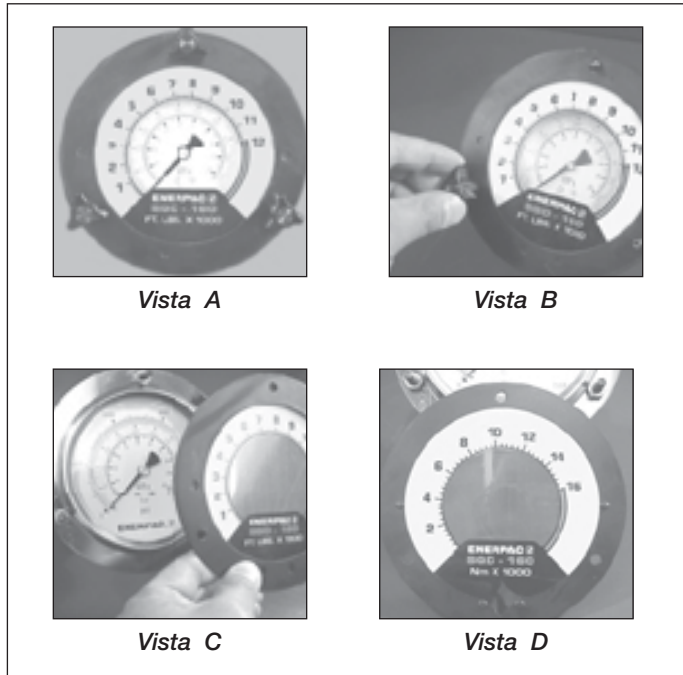

Figura 8, Instalación de la cobertura
La bomba tiene un manómetro instalado. Para su practicidad, se proporcionan coberturas de la llave con cada bomba. Una cobertura de la llave encaja sobre la esfera del manómetro y convierte fácilmente las lecturas de presión a lecturas de llave (véase Figura 8, vista A). La cobertura presenta unidades imperiales (lb-pies) en un lado y unidades métricas (Nm) en el otro. Para cambiar las escalas, simplemente dé vuelta la cobertura.
1. Retirar los tres botones negros que mantienen en su lugar a la brida frontal del manómetro (véase Figura 8, vista B).
2. Retirar la brida frontal y la cobertura (véase Figura 8, vista C).
3. Insertar una nueva cobertura (recordar la verificación del uso de la cobertura correcta para la llave dinamométrica de Enerpac) en la brida, alineando la cobertura con las muescas en la parte posterior de la brida (véase Figura 8, vista D).
- Al mantener la cobertura por detrás de la brida (véase Figura 8, vista C), insertar la brida en los tornillos de los botones, ubicando nuevamente la cobertura (según sea necesario) y asegurar los botones apretando con las manos (véase Figura 8, vista B). La brida presionará la cobertura hacia el manómetro y lo ajustará en su lugar. Consultar las instrucciones de la llave dinamo-métrica para obtener la cantidad de presión necesaria para producir el par deseado. Tener en cuenta que la presión máxima varía según las diferentes llaves y accesorios.